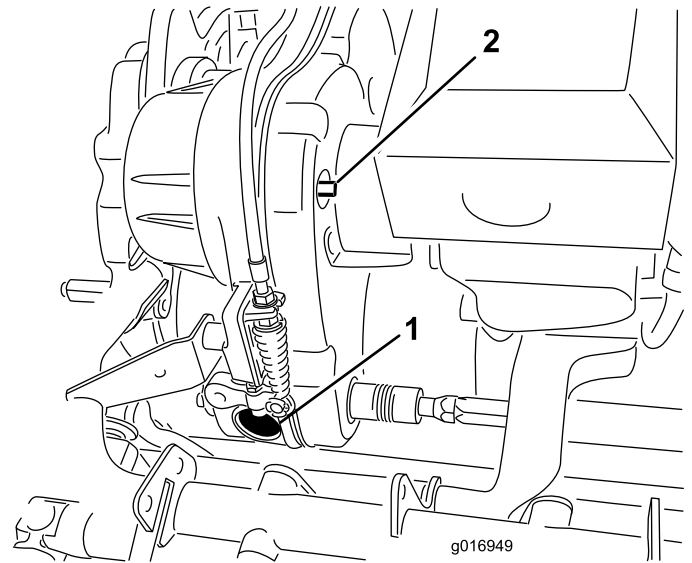
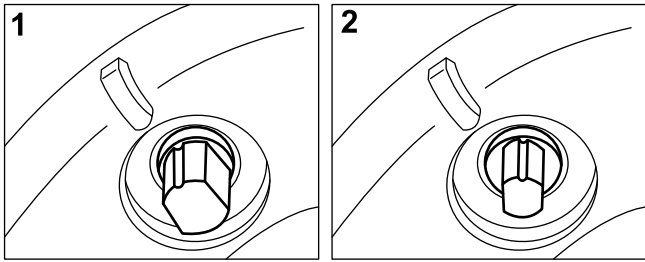

図 43
図 44
クラッチへのアクセスが必要な場合には、トランスミッションの正面についているゴム製のプラグを外す(図 43)。
トランスミッションのベルトはスプリング付きのアイドラプーリで張りを出しています。ベルトの張りをなくしたい場合には、3/8 インチのレンチで入・切シャフト(図 43)を適切な位置まで回してください。シャフトを右に1/4回転させるとアイドラがベルトから外れてきます(図 44)。
**注** トランスミッションの正面についているゴム製のプラグ（図 43）を外すと、クラッチの歯を確認することができます。